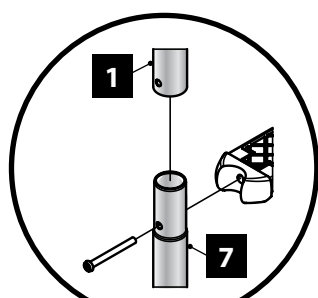

Fig. 22
- Assemble the upper handrail (1) and lower (7) introducing one into the other (figure 22). Fix the steps (6) into the handrails using the bolts (8), the washers (4) and the nuts (9).
- Position plugs (10) into the handrails to avoid the stepladder damaging the wall of the pool.
- When you have assembled the stepladder, place it on the edge with the handrail support (5) as a template.
- Inserte los embellecedores (2).
- Assembler la rampe supérieure (1) et inférieure (7) en les introduisant l'une dans l'autre (figure 22). Fixer les marches (6) aux rampes à l'aide des boulons (8), des rondelles (4) et des écrous (9).
- Positionner les tampons (10) sur les rampes pour éviter que l'échelle puisse abîmer la paroi de la piscine.
- Une fois l'échelle assemblée, positionner celle-ci sur la margelle en utilisant le support de rampe (5) comme gabarit.
- Insérer les enjoliveurs (2).
- Montieren Sie das obere Geländer (1) und das untere (7), indem sie eines in das andere stecken (Abb. 22). Befestigen Sie die Tritte (6) in den Geländern mit Hilfe der Bolzen (8), der Unterlegscheiben (4) und den Schrauben (9).
- Stecken Sie die Stöpsel (10) auf die Geländer, um zu vermeiden, dass die Treppe die Wand des Pools beschädigt.
- Nach dem Zusammenbau der Treppe befestigen Sie sie am Rand mit der Unterstützung des Geländers (5) als Muster.
- Inserire le coperture (2).
- Monteer de bovenste trapleuning (1) en de onderste (7) door het ene deel in het andere te steken (afbeelding 22). Steek de sporten (6) in de trapleuningen met behulp van de bouten (8), de ringen (4) en de moeren (9).
- Plaats de doppen (10) op de leuningen om te voorkomen dat de trap de wand van het zwembad beschadigd.
- Wanneer de trap is gemonteerd, plaats haar aan de rand met de trapleuningsteun (5) volgens patroon.